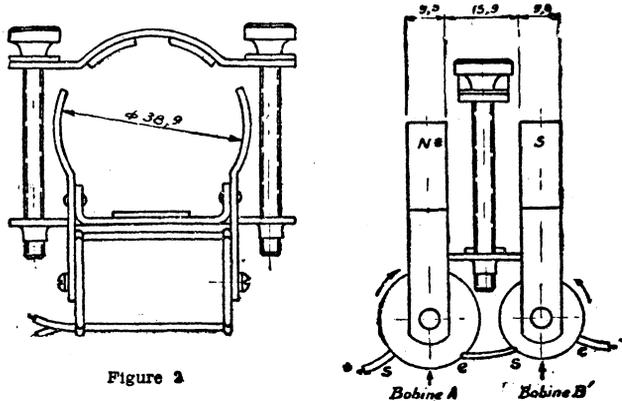

Figure 2
(1) La modulation complète correspond à un courant de faisceau nul pour les noirs de l'image et à un courant de 150  $\mu$ A pour les blancs.
(2) Valable pour une bobine de 40 mm de diamètre intérieur, et de 10 mm d'entrefer; le milieu de ce dernier est à environ 360 mm de l'écran. Si l'encombrement des bobines de déflexion le permet, la diminution de cette distance réduit le nombre d'ampères-tours nécessaires.
(3) Valable pour un piège électromagnétique, construit suivant les indications de la figure 2. Les caractéristiques électriques de ce piège ne sont données qu'à titre d'exemple. Le constructeur peut adapter à ses besoins les caractéristiques des enroulements, pourvu qu'il respecte pour chacun d'eux le produit : nombre de tours  $\times$  intensité.
(4) Dans tous les cas il est préférable de prévoir un réglage de l'intensité de piège par résistance à collier, en série ou en parallèle.
(5) La position du piège magnétique ou électromagnétique par rapport aux pièces polaires internes et le sens des champs est donnée par la figure 2.
Les caractéristiques essentielles du piège à ions sont indiquées sur la figure 2. Les flèches indiquent le sens des enroulements : e = entrée; s = sortie. Le nombre de tours des bobines A et B est le suivant :